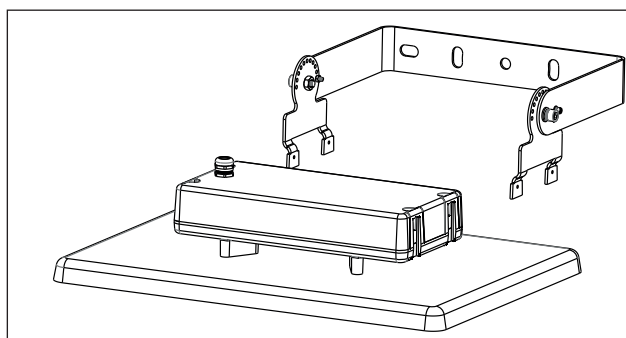

Abb. 6
2. Führen Sie die Fixierpunkte der Leuchte an die Halterung, die Halterung wird arretiert (Abb. 6).